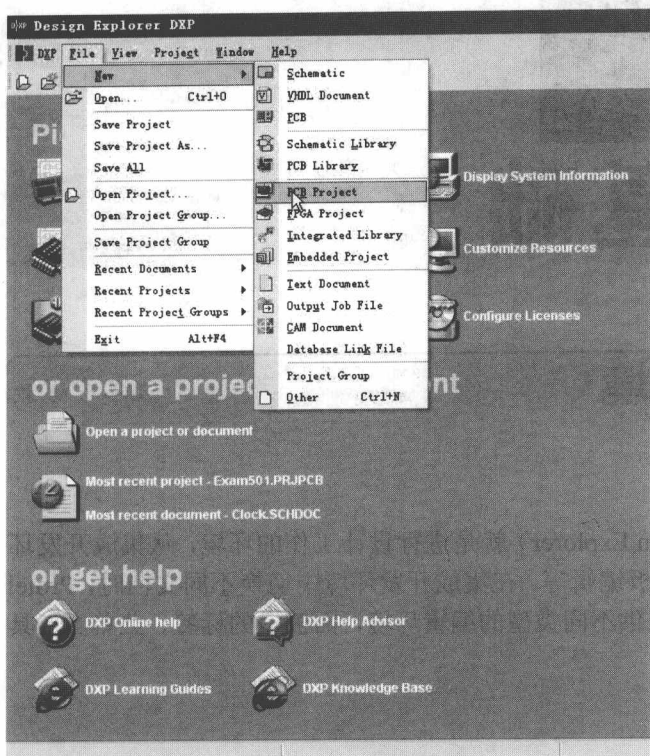
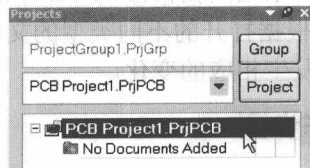

图 1-2 新建 PCB 工程
图 1-3 系统自动命名的 PCB 设计文件包
2. 创建一个设计文件包。执行菜单命令“File\New\PCB Project”, 如图 1-2 所示, 就在 Projects 面板上生成了一个新的设计文件包, 新生成的设计文件包系统自动命名为“PCB Project1.PrjPCB”, 如图 1-3 所示。